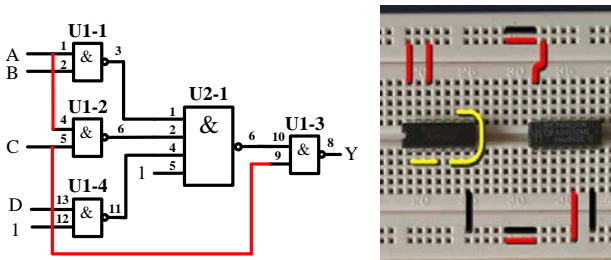
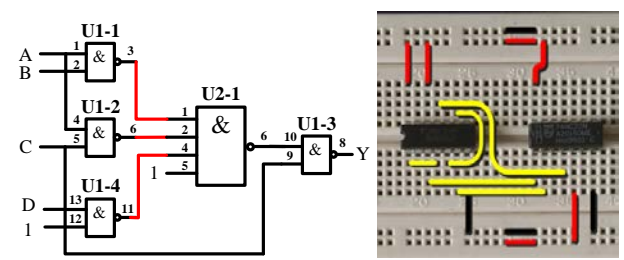
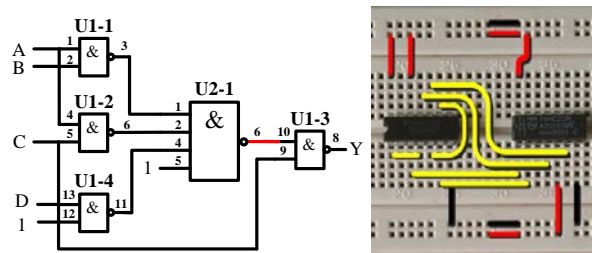

图 10 布最左侧信号线
图 11 布中间信号线
图 12 布最右侧信号线
- 4、**布信号线:** 按信号流向布线, 先布最左侧的线, 如图 10 所示所示; 再布中间的线, 如图 11 所示, 最后布最右侧的线, 如图 12 所示